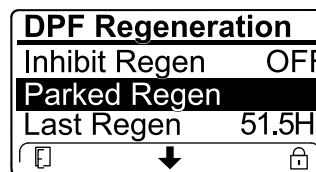

図 47
- エンジンコンピュータがリカバリ再生を要求している、またはリカバリ再生の処理中である時には、駐車再生 PARKED REGEN を選択することはできません。駐車再生はロックされ、施錠アイコン 図 47がインフォセンターの右下に表示されます。